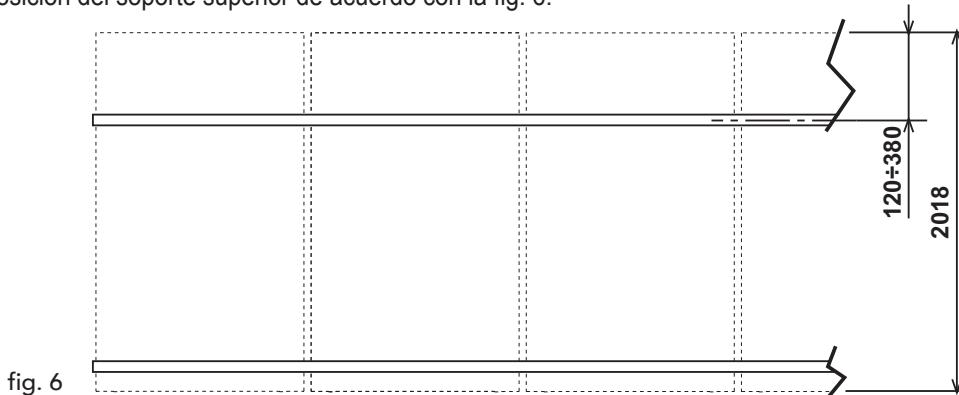

fig. 6
- 4 - Determinar la posición del soporte superior de acuerdo con la fig. 6.